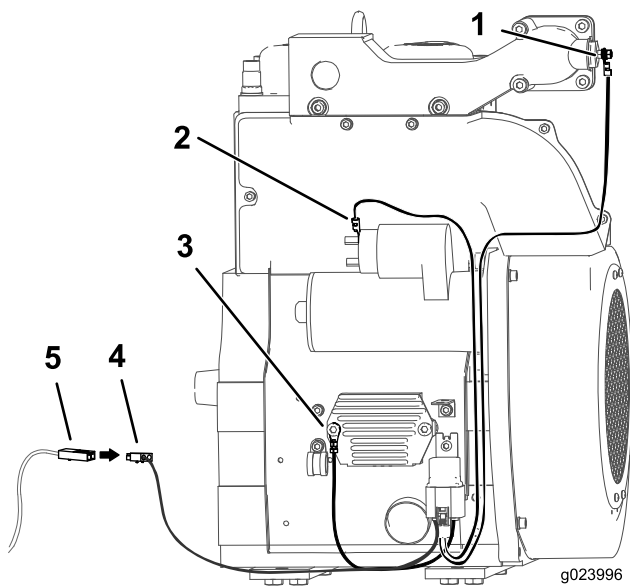

Figura 4
7. Retire la tuerca del solenoide del motor de arranque, coloque el cable más corto sobre el perno e instale la tuerca (Figura 4, N° 2).
8. Retire la tuerca del regulador de tensión, coloque el cable intermedio sobre el perno e instale la tuerca (Figura 4, N° 3).
9. Conecte el cable que tiene el conector de plástico al cable que va a la parte trasera del interruptor de encendido (Figura 4, N° 4).